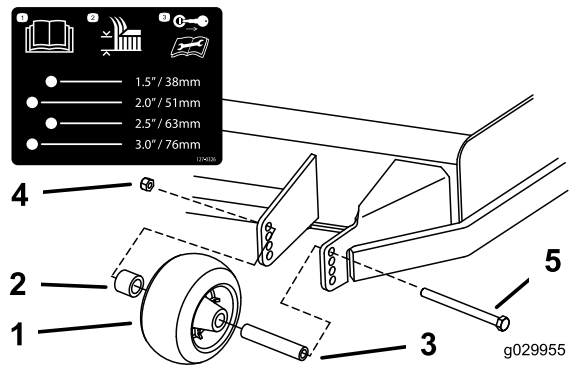
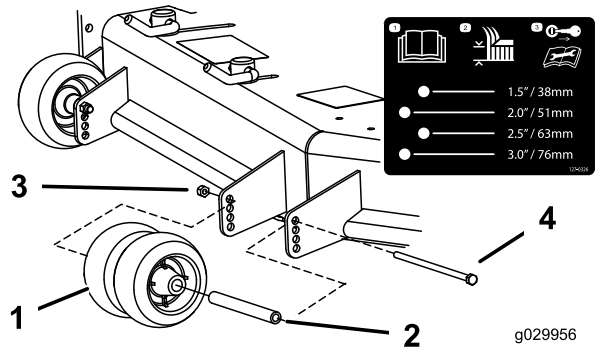
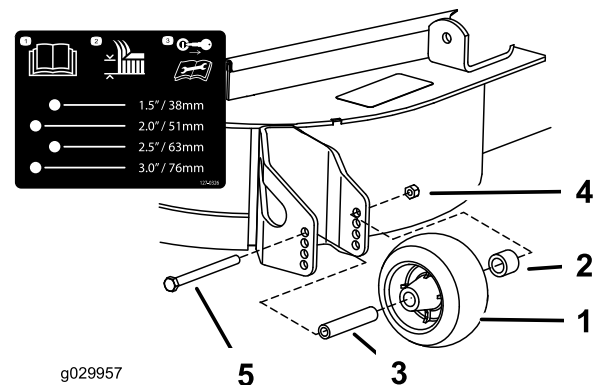

Figure 34
Figure 35
Figure 36
- Régalez les galets anti-scalp comme montré à la **Figure 34**, la **Figure 35** et la **Figure 36**.